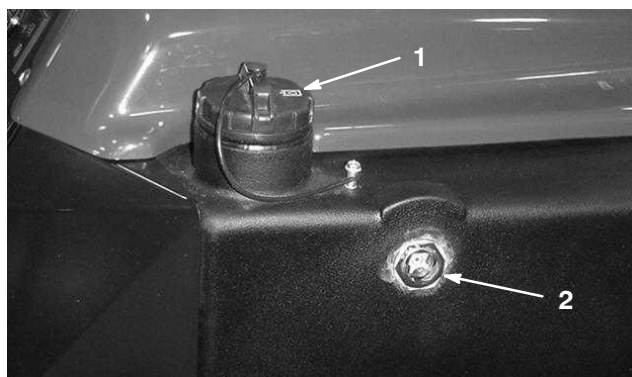

Bild 27
2. Prüfen Sie den Ölstand im Schauglas (Bild 27). Wenn das Öl kalt ist, sollte das Niveau unten am Schauglas sein. Wenn das Öl heiß ist, sollte das Niveau in der Mitte des Schauglases sein.
3. Wenn der Ölstand bei kaltem Öl nicht mindestens unten am Schauglas steht, nehmen Sie den Deckel vom Hydraulikölbehälter ab (Bild 27). Füllen Sie den Behälter langsam mit hochwertigem Hydrauliköl, bis der Ölstand unten am Schauglas steht. **Nicht überfüllen.**